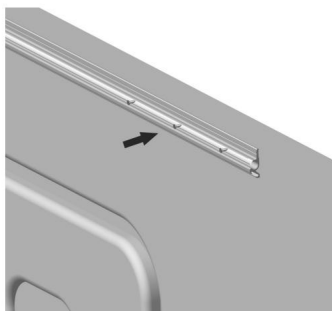
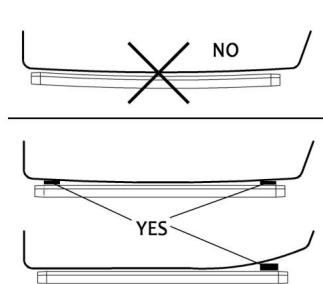

Figura C4
Figura C5
3.1 Estrarre la guida in tessuto e fissarla all'esterno della carrozzeria del veicolo con le viti B (Figura C4). La guida in tessuto deve essere installata orizzontalmente e, in caso contrario, deve essere livellata (il blocco ammortizzatore deve essere fornito) (Figura C5). Se la carrozzeria del veicolo è preinstallata con una fessura di inserimento del tessuto, questo passaggio può essere omesso e il tessuto non è necessario utilizzare la ferrovia.